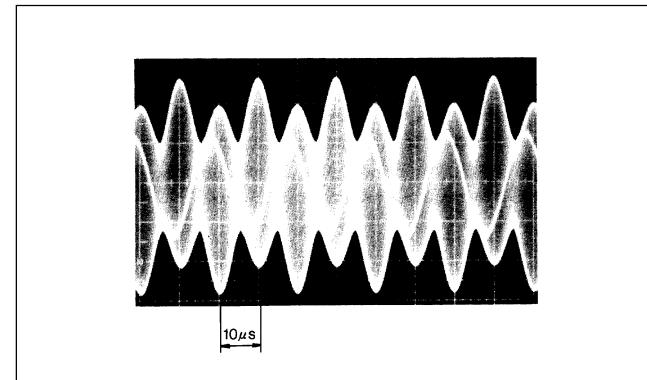
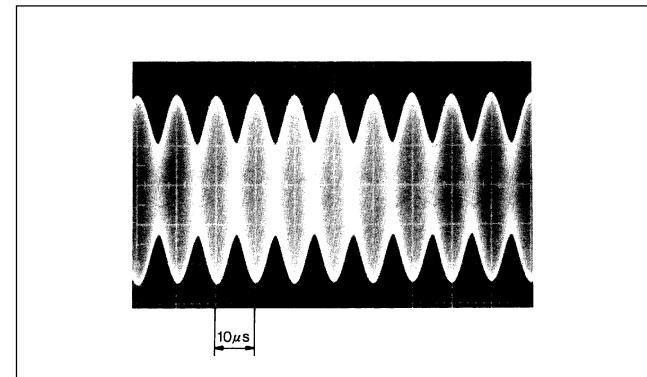
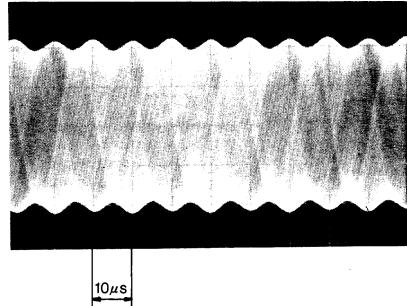

図4-7.
図4-8.
図4-9.
- ① オシロスコープを用意し、入力結合切替えをACに水平掃引軸 $10\ \mu\text{s}/\text{div}$ 、垂直軸 $0.5\ \text{V}/\text{div}$ に合わせ、CH1をPM端子へ接続させます。このとき、トリガソースはINT CH1でとってください。
- ② CH1に正弦波が観測されます。スケールの移動に応じて、この正弦波の位相が動き、エンベロープのリップルが観察できます。RV2ボリュームを廻し、あらかじめ正弦波の振幅を約 $2\ \text{Vp-p}$ に合わせておきます。(これをゲイン調整といいます。)
- ③ RV1ボリュームを右廻し(CW)一杯に廻し、スケールを移動させると図4-7.に示すような波形が観測されます。このとき、RV4ボリュームを調整して図4-8.に示すように、隣り合う山の高さを均一にします。(これをDCバランス調整といいます。) PM信号の最小振幅が $0.5\ \text{Vp-p}$ 以下になると、アラーム機能が動作することがあります。
- ④ RV1ボリュームを左廻し(CCW)一杯に廻し、スケールを移動させると、③と同様に図4-7.に示すような波形が観測されます。このとき、RV5ボリュームを調整して図4-8.に示すように、隣り合う山の高さを均一にします。
③④の調整を交互に数回繰り返し、RV1ボリュームの回転によって隣り合う山の高さがずれなくなるまで調整してください。
- ⑤ RV1ボリュームを中心付近に設定し、スケールを移動させると図4-9.に示すような波形が観測されます。このときRV3ボリュームを調整し、エンベロープリップルが最小になるようにします。また、RV1ボリュームも微調整しエンベロープリップルが最小になるようにします。